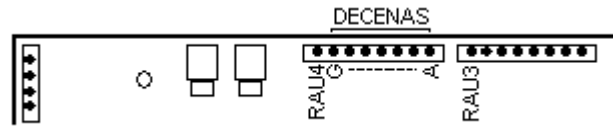

Figura 35
- 2 salidas dedicadas RAU3 y RAU4 (Figura 35): si se configuran con función 0, emiten mandos I7S3H e IMP3H, respectivamente (ver sección “Conexión de accesorios”)
- 7 salidas dedicadas correspondientes a los dígitos A .. G de la bornera “Decenas” (Figura 35): la configuración de estas salidas se habilita activando la opción de configuración “Bornes auxiliares en bornera “Decenas””.